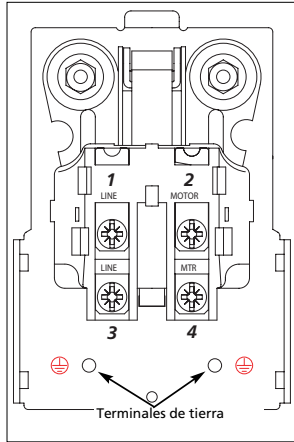

Figura 4
- Coloque el alambre con forro negro del motor debajo de la cabeza del tornillo #4 (Vea la Figura 4), apriete el tornillo para asegurar el alambre. Coloque el alambre con forro negro debajo de la cabeza del tornillo #3 y apriete el tornillo para asegurar el alambre (Vea la Figura 4).
- Coloque el alambre con forro blanco debajo de la cabeza del tornillo #1 (Vea la Figura 4), apriete el tornillo para asegurar el alambre. Coloque el alambre con forro blanco del motor debajo de la cabeza del tornillo #2 y apriete el tornillo para asegurar el alambre (Vea la Figura 4).
- Conecte el alambre verde de tierra del cordón al interior del presostato con el tornillo de tierra incluido en el kit. Repita el procedimiento con el alambre de tierra verde del cable del motor (vea la figura 4).